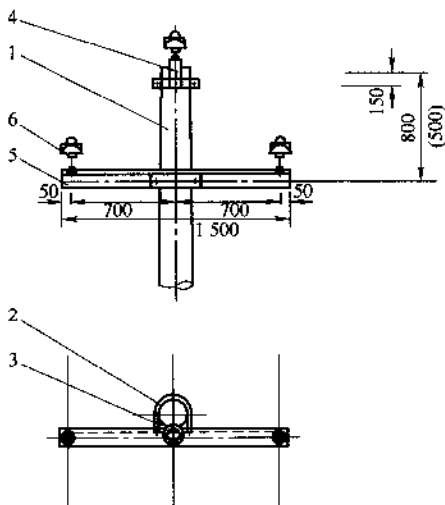

图2 直线杆杆顶组装图
(1) 10 kV 直线杆杆顶组装图 (见图 2)。
1. 列出图2中序号1~6所指示零部件的名称。
2. 说明图2所示杆顶支座抱箍安装在距杆顶多少毫米